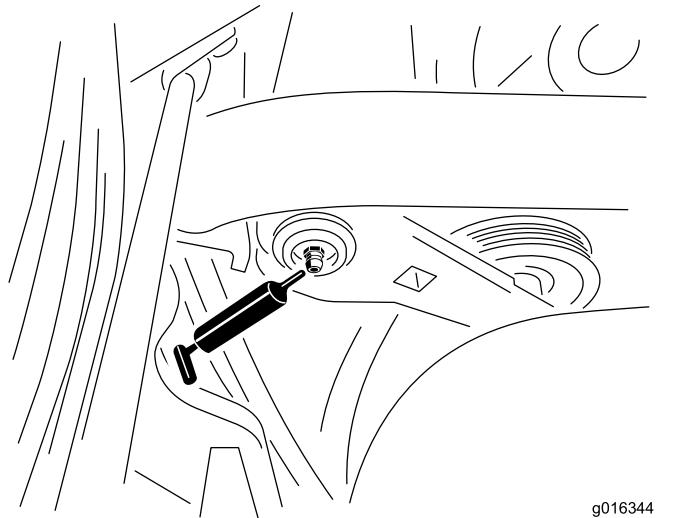

Bild 24
1. Wischen Sie die Schmiernippel ab, um das Eindringen von Fremdkörpern in die Lager und Büchsen zu vermeiden (Bild 24).